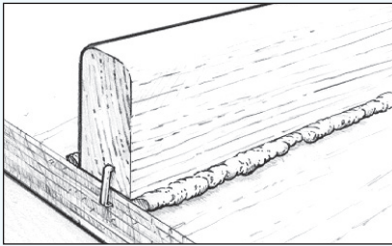

Abbildung 11 Fixieren Sie die Teile, bevor das Epoxidharz in den Geleezustand übergeht.
3. Fixieren Sie die Teile. Bringen Sie z.B. Schraubzwingen an, damit die Teile nicht verrutschen. Bringen Sie nur soviel Anpressdruck auf, wie notwendig ist, dass eine kleine Menge der angedickten Mischung aus der Fuge herausquillt. Jetzt können Sie sicher sein, dass das Epoxidharz guten Kontakt mit beiden Klebeflächen hat (*Abbildung 11*). Der Anpressdruck darf nicht so stark sein, dass die gesamte angedickte Mischung aus der Fuge herausgepresst wird.